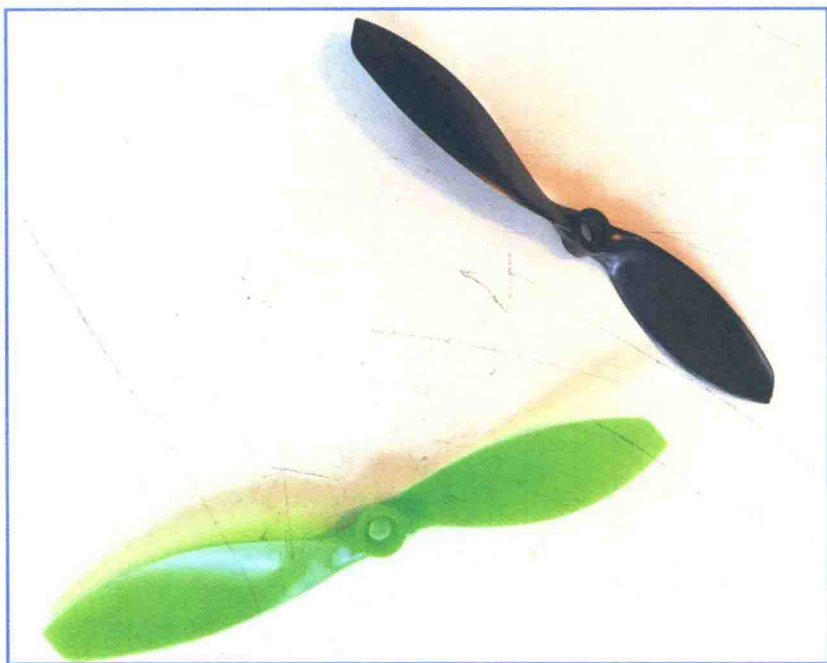

图 6.5 常规和推式推进器的旋转方向相反
- 你常常会遇到成组销售的两类推进器，即常规和“推式”推进器，如图 6.5 所示。“推式”推进器逆时针转动，而常规推进器顺时针转动。逆时针转动帮助四轴直升机保持稳定。